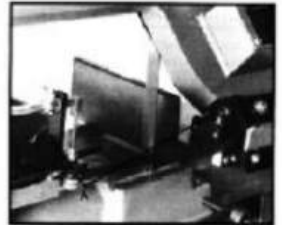

Fig.4
2. Placez l'équerre de machiniste sur la table à côté de la lame comme illustré dans la Fig.4.
5. Serrez les boulons (A).